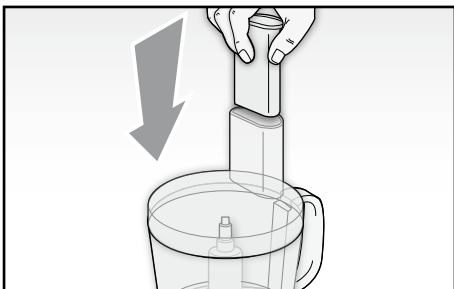

Fig. 8
- Se durante il funzionamento si rendesse necessario aggiungere alimenti, utilizzare il foro presente sul coperchio (O). Spingere gli alimenti inseriti con l'aiuto del premicibo (G) (Fig. 8).